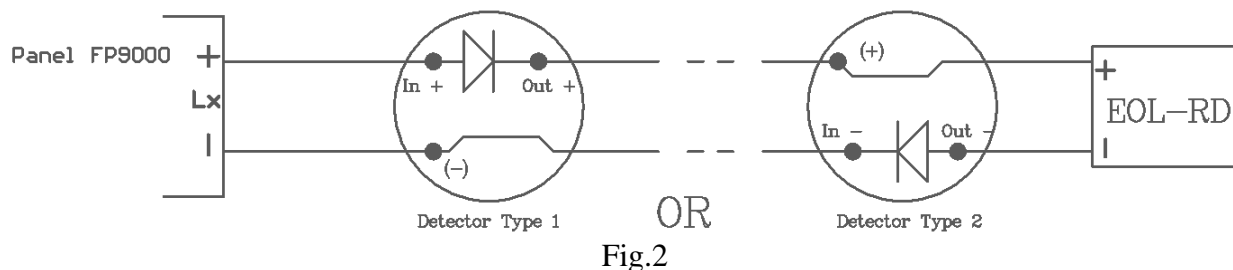

Fig.2
- Per montare il diodo atto a fornire il flusso corrente ai contatti di derivazione del rivelatore, vedere la seguente immagine (Fig.2). Se il diodo non è fornito o specificato dal produttore del rivelatore antincendio, si consiglia di utilizzare un diodo Schottky 1N5819 o equivalente.